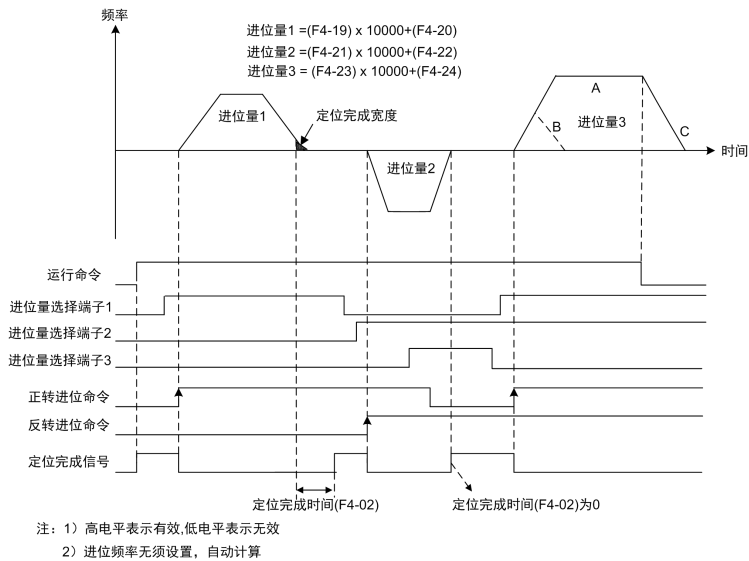

图 6-2
简易进位控制过程如图 6-2 所示。
- 当进位量指令值较小时，不能达到设定频率，加速到一定频率后直接减速停机，如图 6-2 曲线 B 所示。
- 简易进位过程中如有停机命令，则退出进位控制，按设定减速时间停机，如图 6-2 曲线 C 所示。